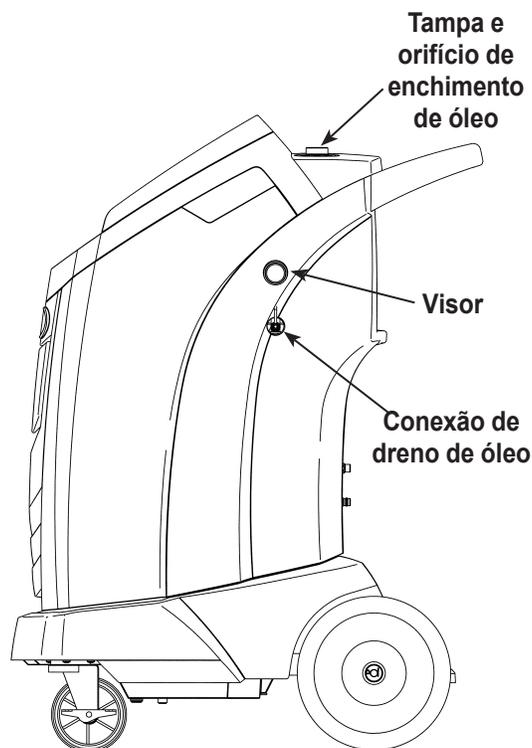

Figura 10
3. Abra a tampa de enchimento de óleo lentamente para verificar se não há nenhuma pressão na máquina. Em seguida, remova a tampa cuidadosamente. Consulte a Figura 10.